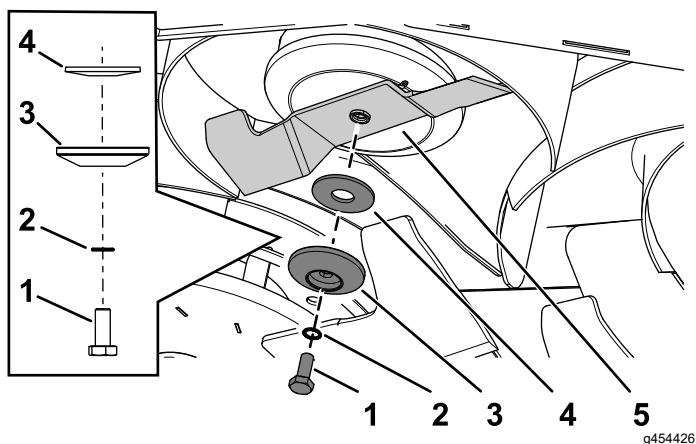

Figura 104
2. Îndepărtați urubul lamei, aiba crestată, elementul de reinere al lamei, aiba curbată și lama din arborele axului (Figura 104).